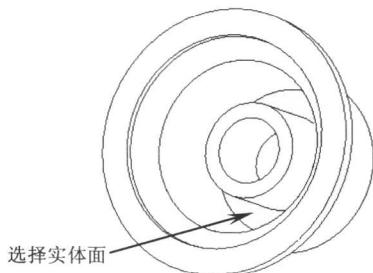
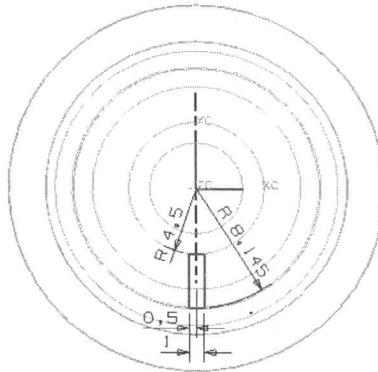

图2-6
图2-7
1. 在【成形特征】工具条中单击【草图】按钮，弹出【基准平面】悬浮工具条。单击【基准平面】按钮，弹出【基准平面】对话框，然后选择图 2-6 所示的实体面。在【偏置】输入框中输入“4.75”，单击 **确定** 按钮创建基准平面，最后依次单击 **确定** 和 **确定** 按钮进入二维草图界面，绘制图 2-7 所示的草图轮廓。